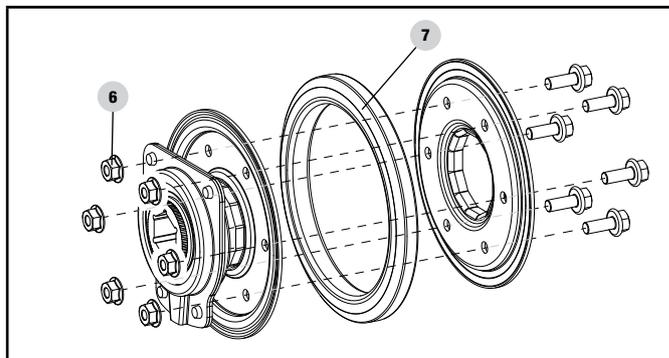

Figure 51
6. Dévissez les 6 boulons M6 × 16 (6) de l'assemblage du disque d'embrayage afin de jeter l'anneau en caoutchouc usé de la roue de friction (7) et de le remplacer par un anneau neuf. (figure 51)